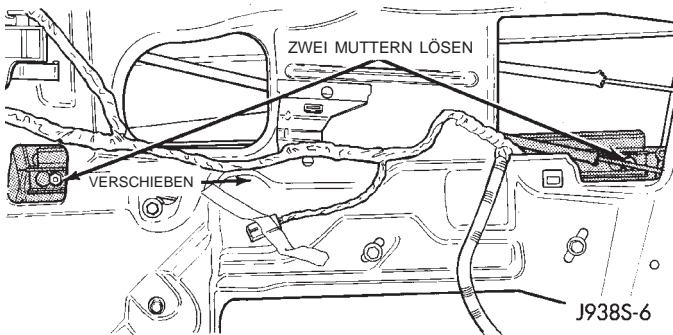
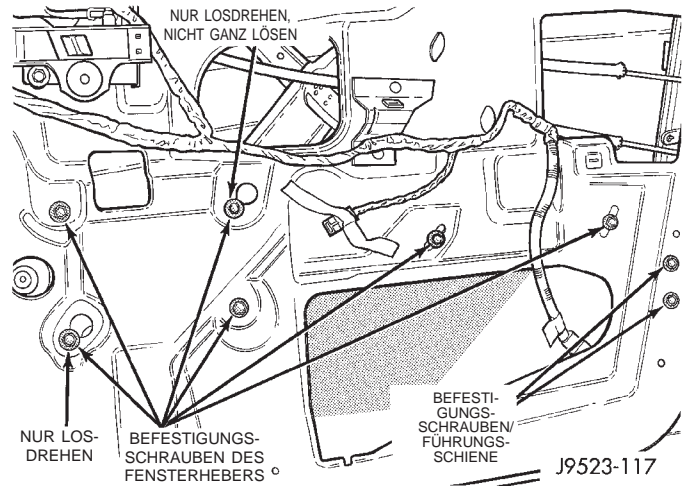

Abb. 26 Führungsschiene/Scheibe der Vordertür
Abb. 27 Fensterheber/Vordertür
- (1) Türverkleidung abbauen und Wasserschutzfolie abziehen. Nach Bedarf näheres hierzu siehe "Ausbau".
- (2) Scheibe so positionieren, daß die Haltemuttern der Führungsschiene freiliegen (Abb. 26).
- (3) Haltemuttern der Führungsschiene lösen und Schiene vom Fenster herunterschieben.
- (4) Befestigungsschrauben des Fensterhebers lösen (Abb. 27).
- (5) Scheibe nach oben anheben und vom Fensterheber abnehmen. Scheibe abstützen.
- (6) Fensterheber von der Tür abbauen.